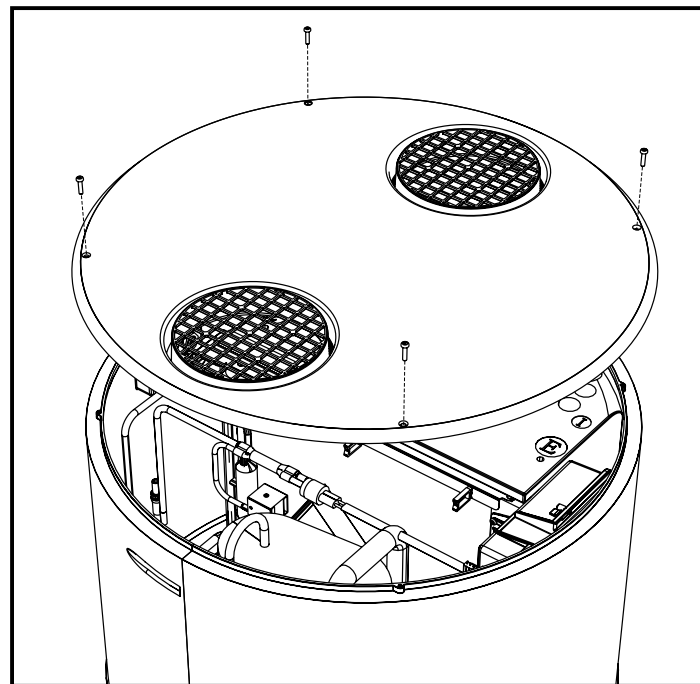

Abb. 29 - Entfernen der oberen Abdeckung
- Entfernen Sie die obere Abdeckung, indem Sie die Sperrschrauben lösen (Abb. 29).